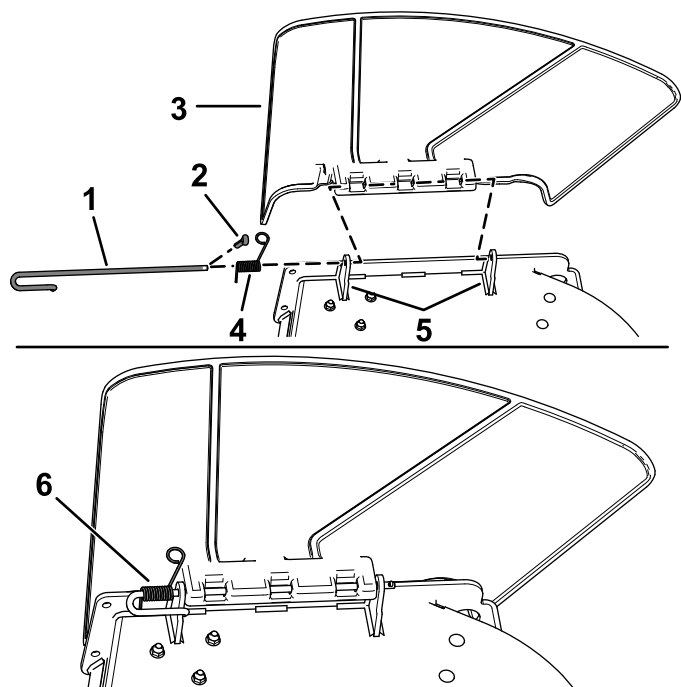

Figura 6
- Otkočite oprugu iz ureza na nosaču usmerivača, skinite osigurač (samo za modele koji podležu CE označavanju) i izvucite šipku iz zavarenih nosača kućišta, opruge i usmerivača za pražnjenje (Figura 6).
- Skinite usmerivač (Figura 6).